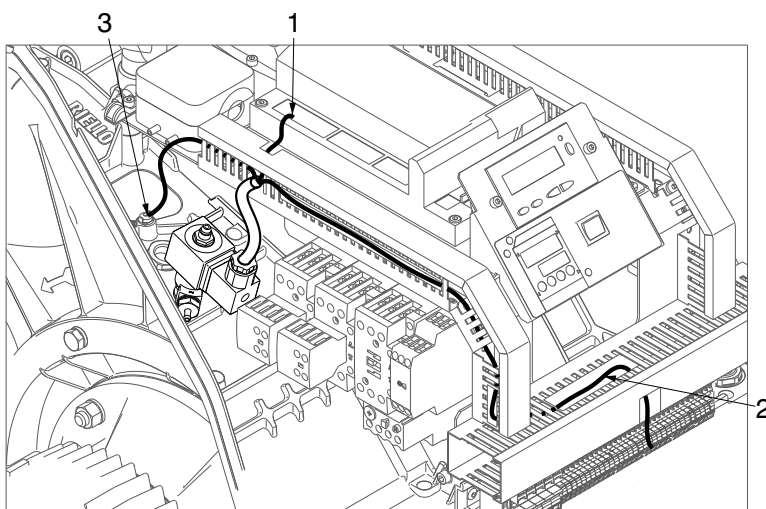

Afb. 2
- Sluit de voeding van het ventiel die bij de kit wordt geleverd aan, zwarte draad 1)(Afb. 2 op pag. 4) met draad nr. 807 afkomstig van de servomotor SM op klem 7 van de plint van de controledoos;
- Verbind de blauwe (neutraal) draad 2)(Afb. 2 op pag. 4) met een vrije blauwe neutraal klem op het hoofdklemmenbord "X1";
- Verbind de geel/groene draad 3)(Afb. 2 op pag. 4) met de schroef voor de aardverbinding.
- Verbind de geel/groene draad 3)(Afb. 2 op pag. 4) met de schroef voor aardverbinding.